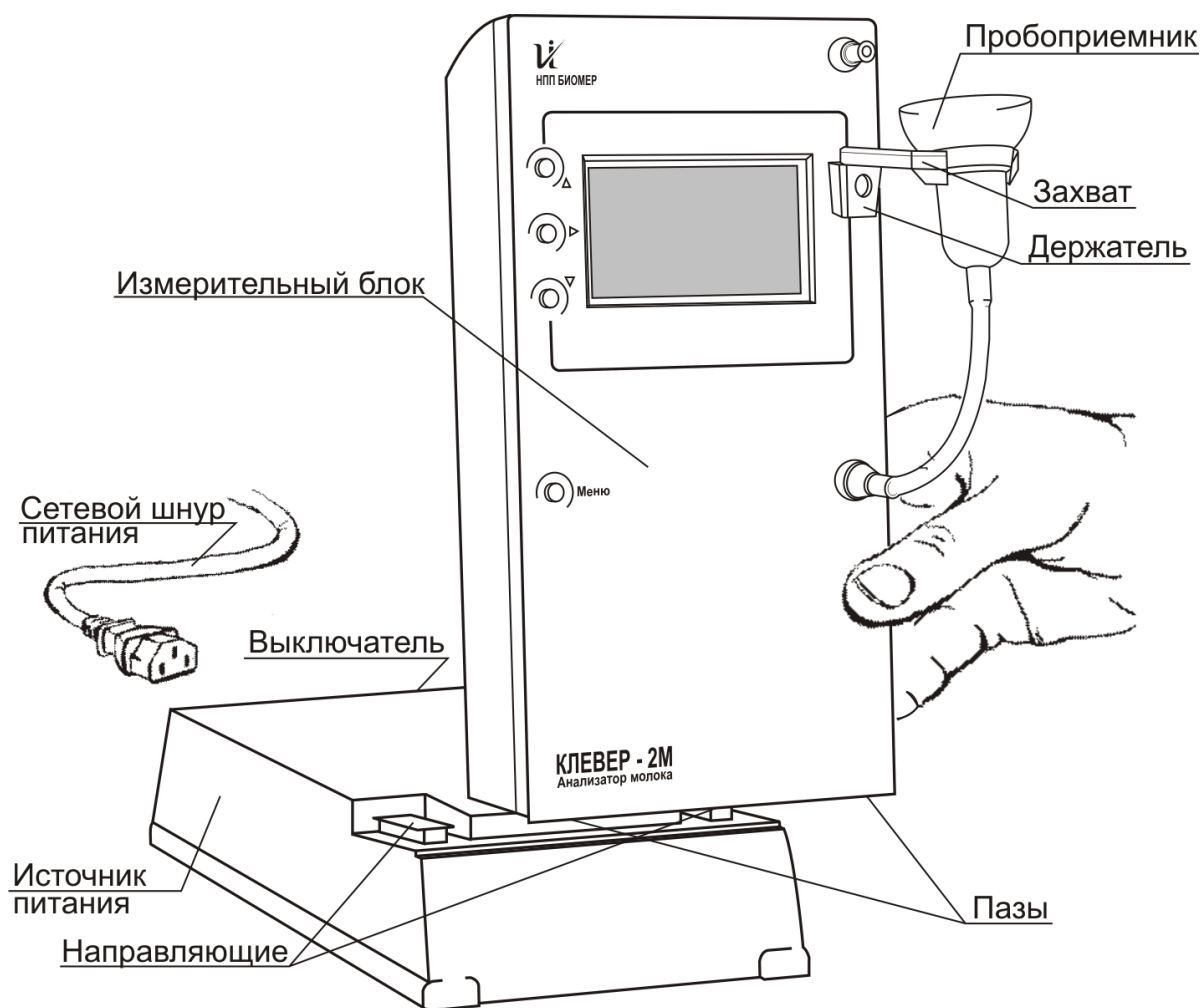

Рисунок 2.1 - Сборка прибора
2.2.3 Приведите анализатор в рабочее положение (рисунок 2.1) для чего: